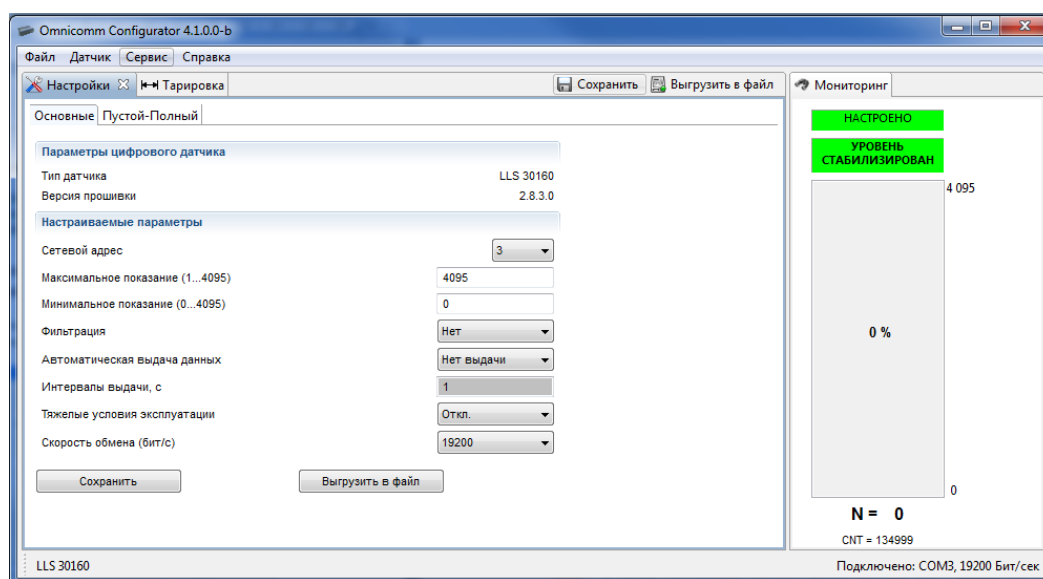
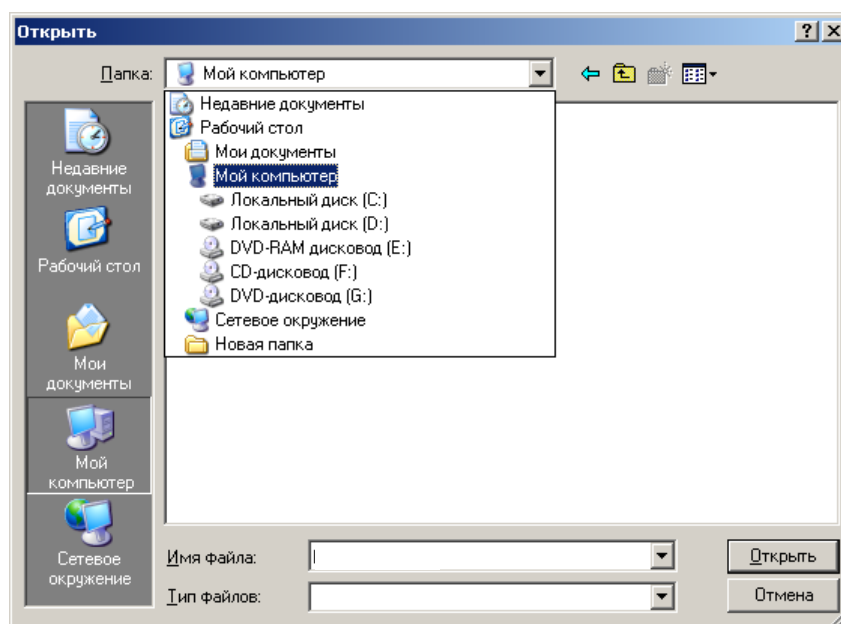

Рисунок 10
Рисунок 19
- 2) Запустить программу Omnicomm Configurator. Откроется главное окно программы (Рисунок 10), в котором отображены текущие настройки подключенного изделия.
- 3) Если все параметры указаны верно, в главном окне программы отобразятся текущие настройки изделия и в нижней части окна появится надпись: «Подключено» (Рисунок 10).
- 3) Нажать кнопку «Сменить прошивку» в окне программы LLS Monitor (Рисунок 10). Откроется окно (Рисунок 19), в котором указать путь к файлу новой версии встроенного программного обеспечения, выбрать файл и нажать кнопку «Открыть».